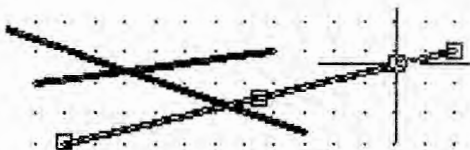

Рис. 1.17. Выбор объектов щелчком мыши
1) либо выбираем объекты один за другим щелчком левой кнопки мыши по объекту, попавшему в прицел курсора (рис. 1.17);